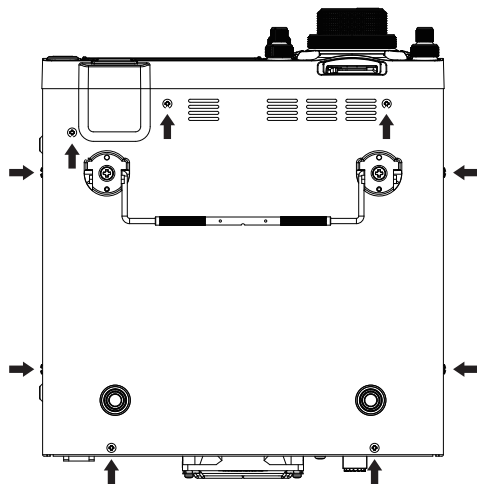

Abb. 1
2. Unter Bezug auf Abbildung 1 die 9 Befestigungsschrauben des unteren Gehäuses entfernen, dann das untere Gehäuse entfernen.